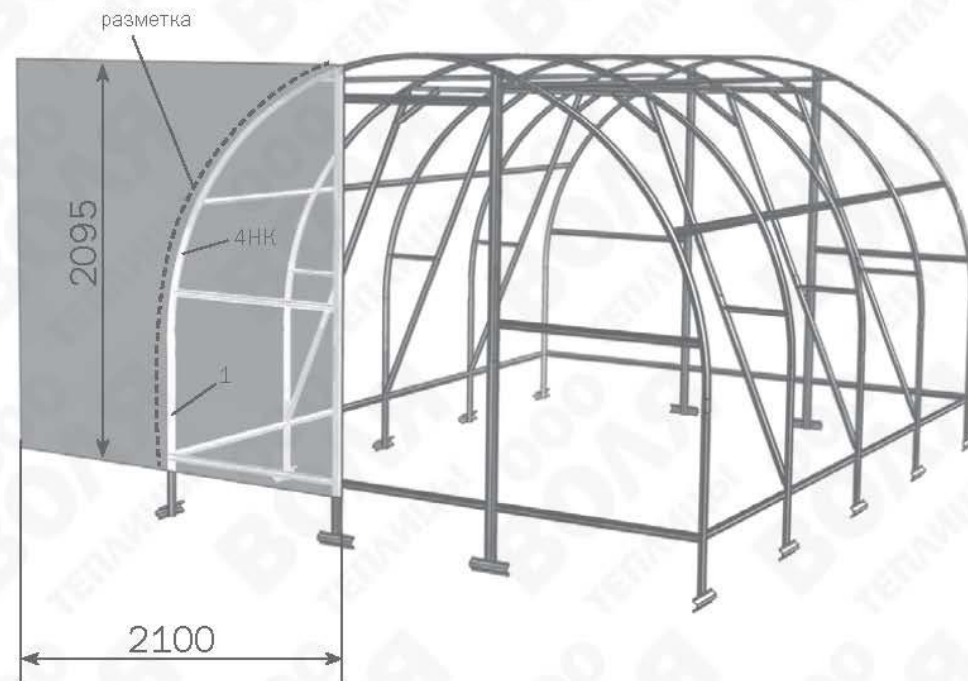

Рис. 16
РИС. 15 и РИС. 16
1. Раскройте лист покрытия для торцов. Для этого отрежьте от листа поликарбоната длиной 2095 мм (см. линии реза на рис.15). Чтобы сделать шаблон бокового куса покрытия, приложите вырезанный кусок к собранному торцу теплицы и, не снимая защитной пленки с поликарбоната, нанесите разметку шаблона на листе покрытия по деталям **4вк**, **4нк** и **1** с припуском (рис.16). При разметке край листа строго совмещается по кромке деталей **9-1**, **9-2**. Вырежьте шаблон. Разметьте оставшуюся часть листа, используя вырезанный шаблон, в соответствии со схемой раскроя (рис.15).